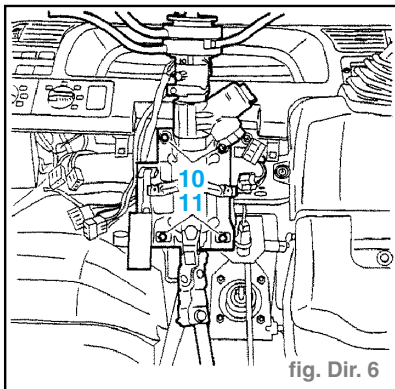

fig. Dir. 6
- Déposer : (fig. Dir. 6)
- les vis (11),
- les écrous (10),